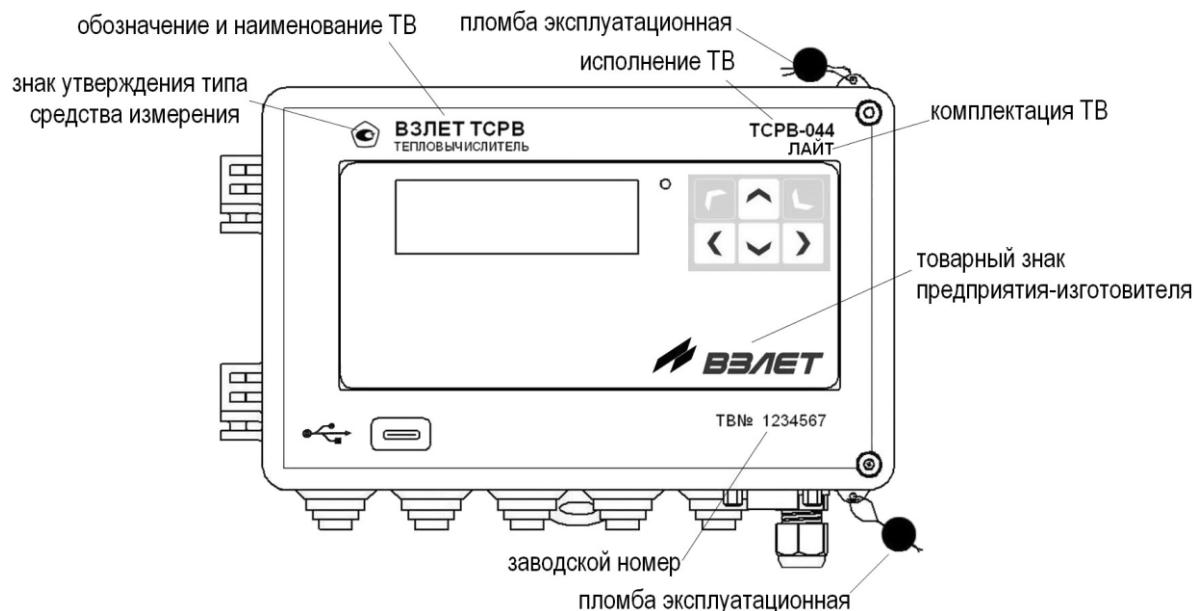

Рис.7. Размещение маркировки и мест пломбирования корпуса ТВ.
1.8.1. Маркировка на лицевой панели ТВ (рис.7):
1.8.4. Для защиты от несанкционированного доступа при транспортировке, хранении и эксплуатации могут пломбироваться проушины на корпусах измерительно-вычислительного модуля и модуля коммуникации (рис.7).